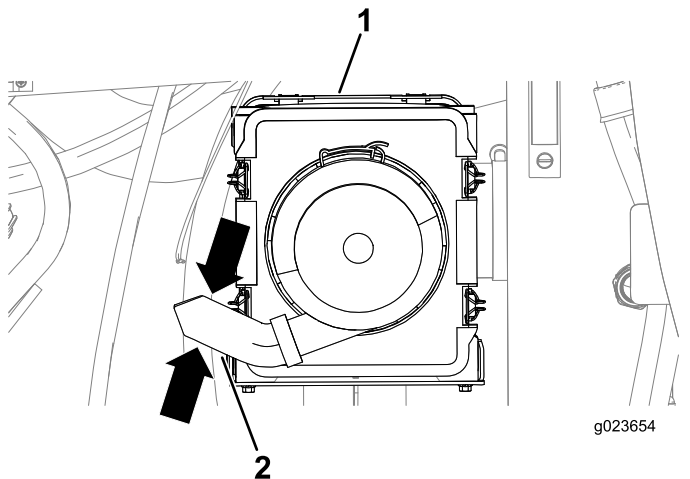

Bild 87
3. Drücken Sie die Seiten des Staubventils auf der Luftfilterabdeckung zusammen, um Wasser-, Staub- oder Schmutzansammlungen aus dem Ventil zu entfernen (**Bild 87**).